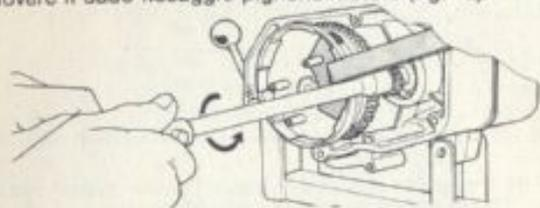

FIG. 13 Rimozione dado pignone motore
- 13) USANDO l'apposita chiave di fermo (cod. 05.0306.0) e una chiave a «T» da 17 mm. rimuovere il dado fissaggio pignone motore (fig. 13).